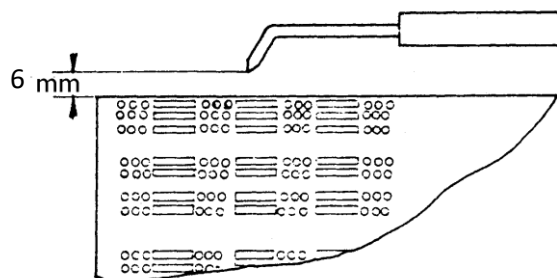

Fig. 2
- Controlar a posição do electrodo de ignação (Fig. 2).